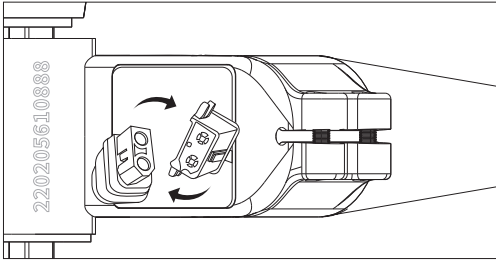

Abbildung 7-2
- b. Schließen Sie das Kabel zwischen der Batterie und dem Steuergerät an, wie in **Abbildung 7-2** gezeigt.